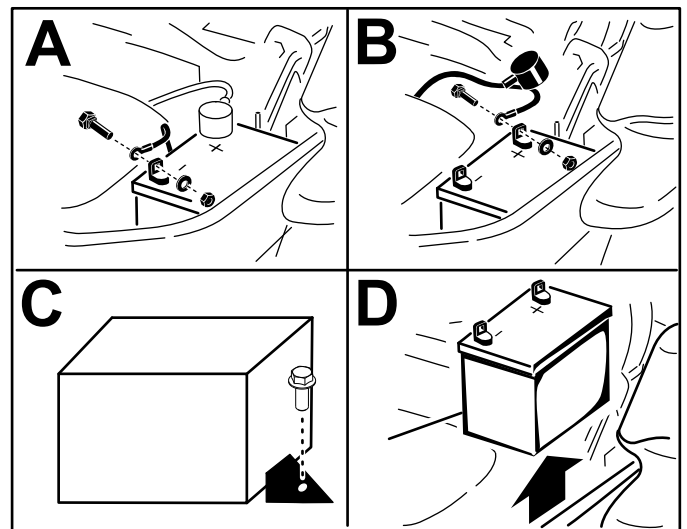

Figura 75
5. Remova a bateria como se mostra na Figura 75.